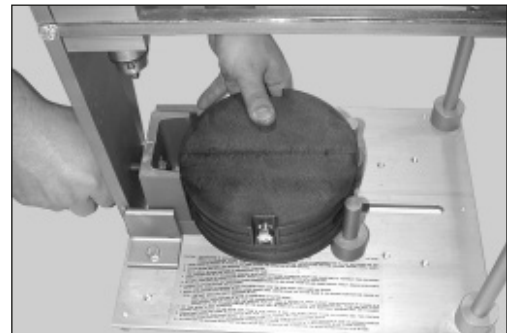

Figura 8
**4.3** Apriete la grapa de fijación para trabar el cabezal lateral en el soporte (Figura 8).